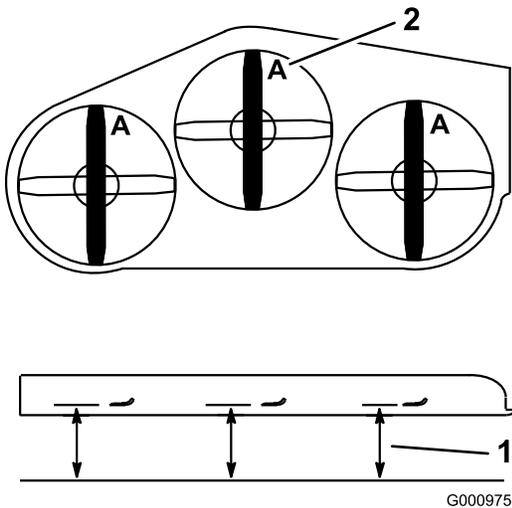

Bild 78
4. Messen Sie von einer ebenen Fläche bis zu den Schnittkante (Position A) der Messer (Bild 78).